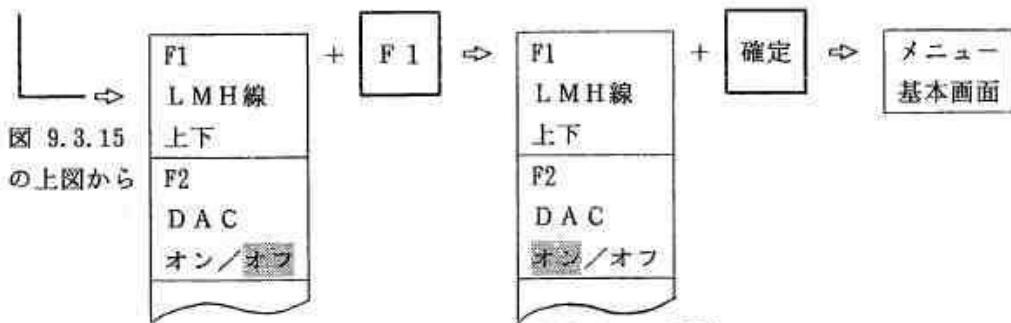

図 9.3.16 DAC オフからオンの手順
- ① 選択キー [F 4] を 1 回押すと図 9.3.16 の選択メニューが表示されます。更に選択キー [F 5] を 1 回押すと図 9.3.16 の選択メニューが表示されます。